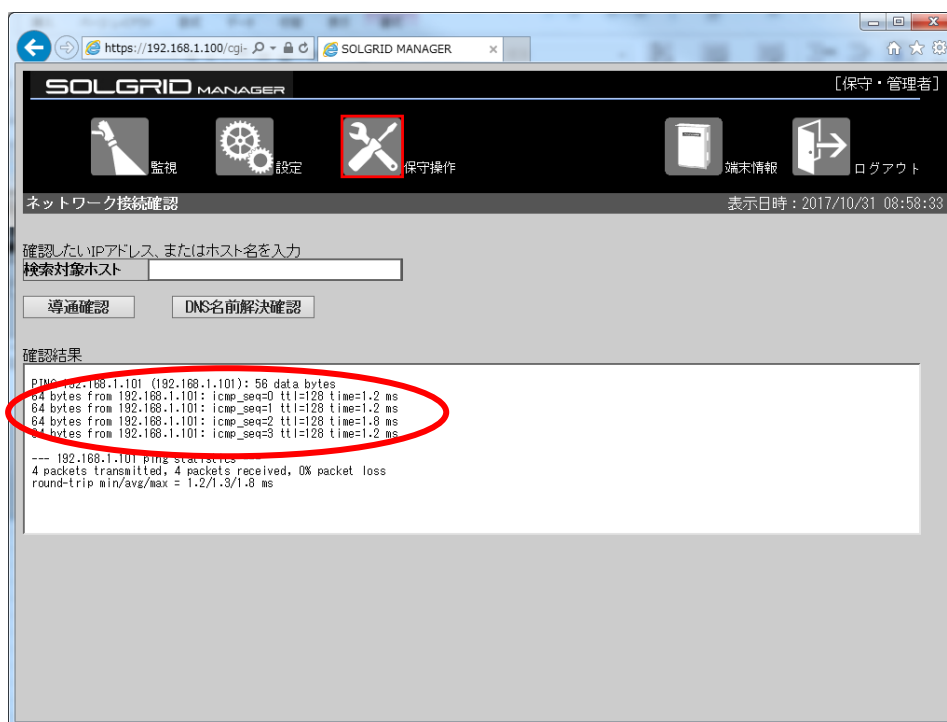

図 3.7-47 導通結果・正常時
④「確認結果」にコマンドの実行結果が表示されます。結果の確認方法の詳細は図 3.7-47 を参照してください。
正常に通信できている場合は、図 3.7-47 に示すように 4 行の応答結果が表示されます。